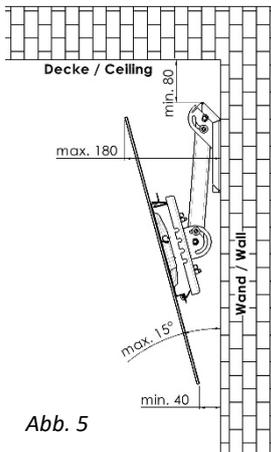

Abb. 5
2. Montageoption Wand unter der Decke (Abb.5)